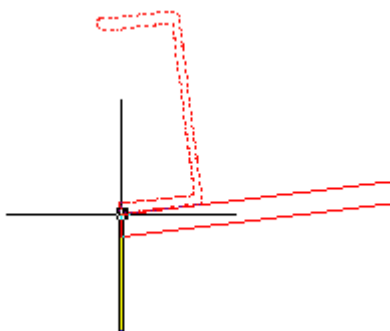

Рисунок 72
- Привязаться к левой верхней точке балки (Рисунок 72). Подтвердить перемещение.